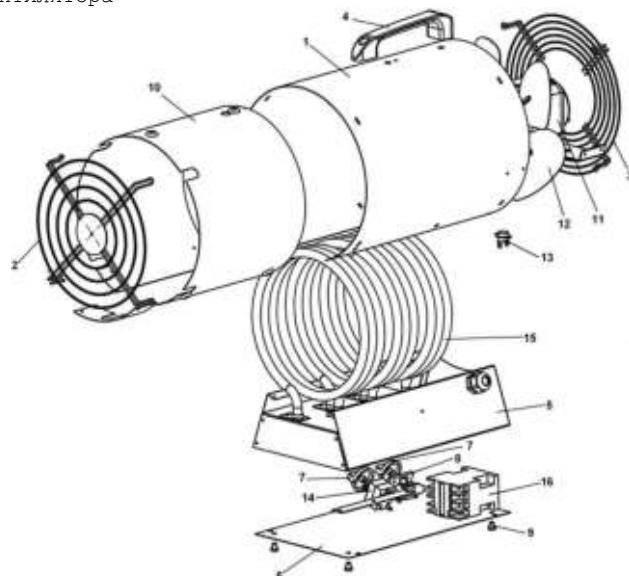

Рис.1
Соответствие положений ручки переключателя режимов работы (7) (рис.1):
Переключатель 8(рис.1) на четыре положения предназначен для установления режимов работы.
Термостат 13(рис.1) отключает ТЭН в случае аварийного (ненормального) режима работы (перекрыто входное или выходное отверстие, перегрев вследствие остановки электродвигателя).
Терморегулятор (капиллярный термостат) 14 (рис.1) предназначен для автоматического поддержания температуры в помещении на заданном уровне. При достижении заданной температуры терморегулятор отключает нагревательный элемент, оставляя включенным вентилятор. При понижении температуры всасываемого воздуха на 3-5°C вновь включает нагрев.
Установить переключатель режимов работы (8) рис. 1 тепловентилятора положение «О» (отключено).
Переключатель режимов (8) рис.1 установить в выбранный режим. Установка режима автоматического поддерживания температуры для тепловентилятора выставляется следующим образом:
Ручку (7) терморегулятора (14) рис.1 повернуть против часовой стрелки до упора;
Переключатель режимов работы (8) рис. 1 установить в положение нагрева. В этом случае тепловентилятор работает в режиме вентилятора. Плавно поворачивать ручку (7) терморегулятора (14) рис.1 по часовой стрелке до щелчка включения терморегулятора, который произойдет при совпадении уставки терморегулятора с температурой окружающего воздуха. Повернуть ручку (7) терморегулятора (14) рис. 1 по часовой стрелке еще на некоторый угол. Терморегулятор не имеет отградуированной шкалы по температуре и установка ручки на желаемую температуру в помещении уточняется (определяется) потребителем в процессе эксплуатации.
установить переключатель режимов работы (8) рис. 1 в режим вентилятора «1». В этом режиме крыльчатка будет вращаться, а ТЭН будет отключен.
установить переключатель режимов (8) рис. 1 в положение «0» - отключено. В случае длительного перерыва в работе тепловентилятора вынуть вилку шнура питания из розетки.
- переключатель режимов работы (8) рис. 1 установить в положение «0» (отключено);
- переключатель режимов (8) рис. 1 установить в положение «1» (вентилятор) и по наличию воздушного потока убедиться во вращении крыльчатки (12).
- переключатель режимов работы (8) рис. 1 установить в положение «О» (отключено);
- переключатель режимов (8) рис. 1 установить в положение «1» (вентилятор) и по наличию воздушного потока убедиться во вращении крыльчатки (12). После этого можно включить нагрев.